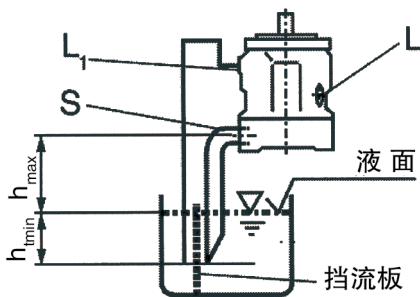

图 2
b) 如果油箱的最低液面低于泵的安装法兰面，则封闭泄油口“L”，泄油口“L₁”及进油口“S”按图 2 配管，并参见 1.2.1 节。
在安装前泵置于水平位置并灌满油液。如安装于油箱的上方，参见图 2。